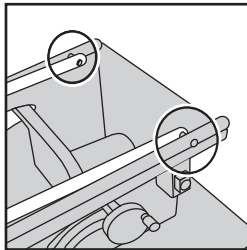

Fig. 8
- Repítalo para el otro lado. **(Fig. 8)**.